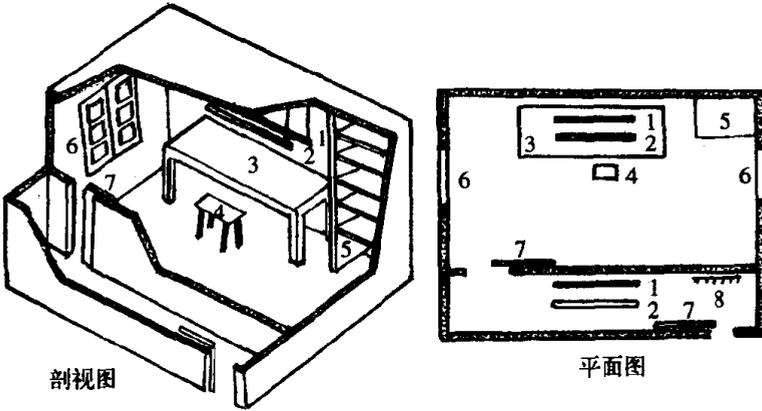

图 1-1 接种室
(1) 接种室 又叫无菌室、接菌室。分接种间和缓冲间，前者面积5~6平方米；后者2~3平方米，两间高不超过2~2.2米，以便保持无菌状态。室内结构要有利于清洁和消毒处理，地面、墙壁、天花板要平整、光滑、无缝隙，门窗要紧密，并与内墙平齐，以减少凸凹面积累灰尘。接种间与缓冲间的门应设在错开的方向上，并采用左右移动的拉门，防止开门时外界空气直接进入接种间。接种间和缓冲间要安装紫外灯及日光灯各一盏。紫外灯与操作台的上下垂直距离应在1~1.2米（图1-1）。
(2) 接种箱 又叫接菌箱、无菌箱。是用木材和玻璃制成的密闭箱子，实际上是缩小的接种室。有单人操作和双人操作两种，都装有能启闭的玻璃窗，下方设有2个圆洞，洞口装有袖